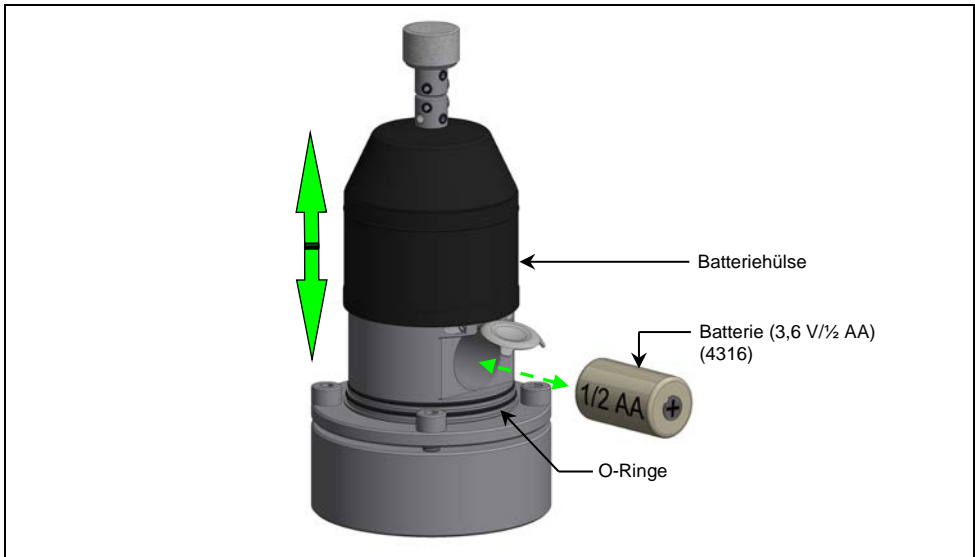

Abb. 16 Batteriewechsel
1. Batteriehülse nach oben schieben (Abb. 16).
2. Alte Batterie aus dem Batteriefach entnehmen und neue Batterie in das Batteriefach einsetzen (Abb. 16).
3. Batteriehülse nach unten schieben (Abb. 16).